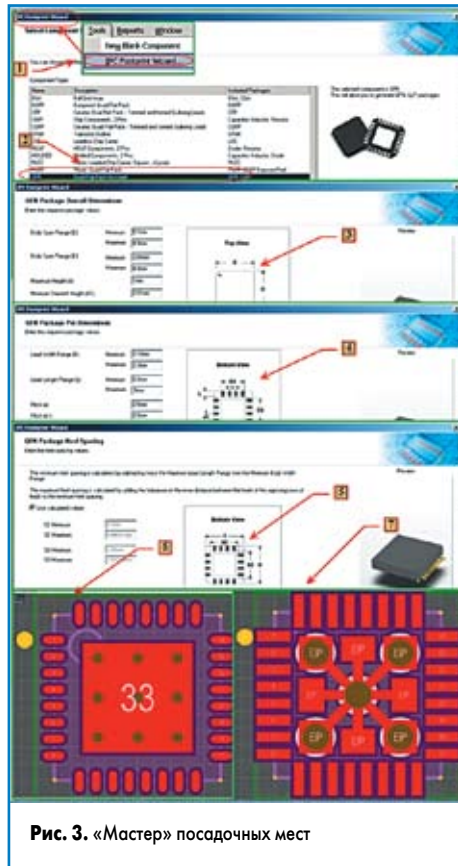

Рис. 3. «Мастер» посадочных мест
ное место с помощью «мастера». Информация о посадочном месте содержится в описании микросхемы [5]. Итак, приведем основные пункты работы «мастера», опустив второстепенные (рис. 3):
7. В случае необходимости вы можете изменить это посадочное место уже вручную и получить, например, такой вид (рис. 3).